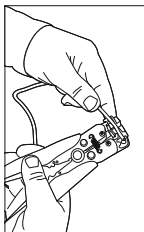
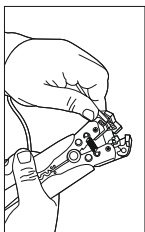

Рисунок 3
Рисунок 4
5.3 Расположить свободный конец жилы провода в стриппер, зажав его между губками (рисунок 3), и произвести удаление изоляции с провода, сжимая ручки стриппера (рисунок 4).